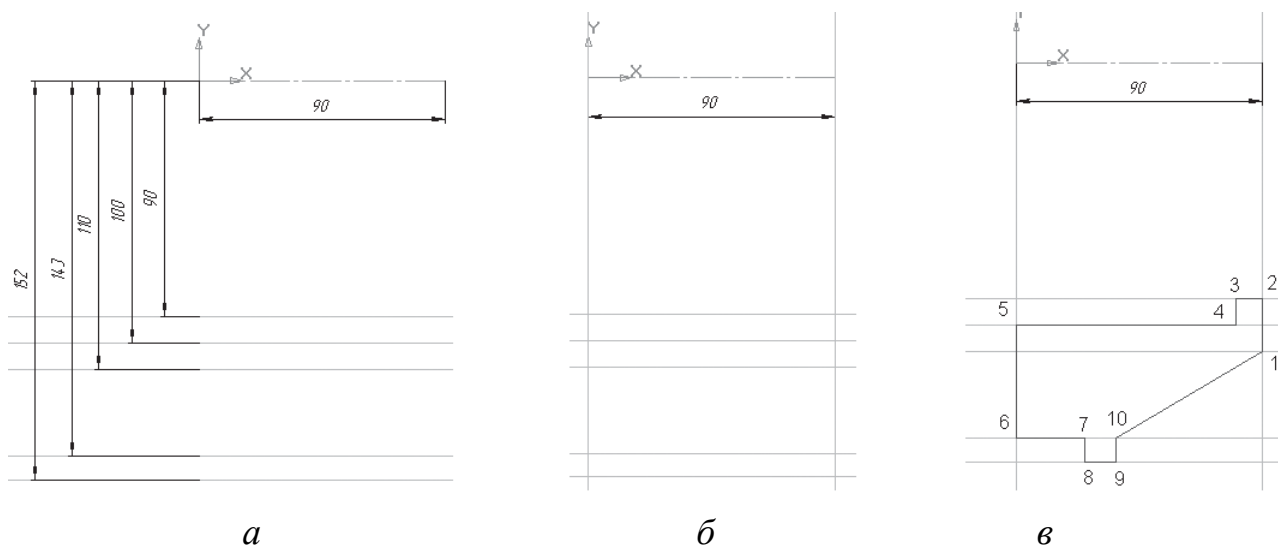

Рис. 13.6
➤ Аналогичным образом постройте прямые линии на расстоянии **100 мм** ( $\square = 200$ ), **110 мм** ( $\square = 220$ ), **143 мм** ( $\square = 286$ ) и **152 мм** ( $\square = 304$ ) – рис. 13.6, а.
➤ Постройте вертикальные прямые линии, ограничивающие осевую линию с обеих сторон, с помощью  – вертикальной прямой, расположенной на **Панели расширенных команд**, раскрывающейся из кнопки  – параллельная прямая (рис. 13.6, б).
- Отключите **Ортогональное черчение** и соедините точки 10 и 1 (рис. 13.6, в). Контур эскиза должен быть замкнут.